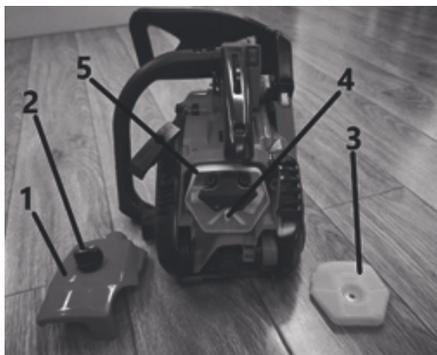

Рис. 20 Обслуживание воздушного фильтра
- Открутите гайку 2 и снимите крышку 1 воздушного фильтра (Рис. 20).
- Открутите гайку 4 и извлеките из корпуса фильтрующий элемент 3 (Рис. 20).
- Очистите от загрязнений крышку и корпус 5 воздушного фильтра (Рис. 20). При очистке не допускайте попадания мусора в воздуховод.
1. Открутите барашковую гайку 2 и снимите крышку воздушного фильтра 1 (Рис. 20).
2. Снимите фильтрующий элемент 2 с корпуса 5 (Рис. 20).